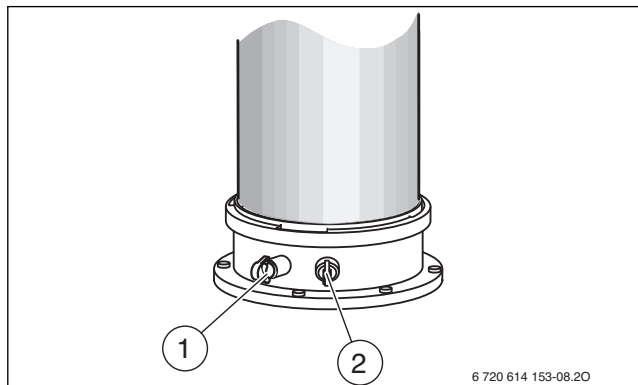

Fig. 46 Manicotti di misurazione dei gas combusti e dell'aria comburente
- ▶ Rimuovere il tappo sul manicotto di misurazione dell'aria comburente [2] (→ fig. 46).
- ▶ Rimuovere il tappo dal manicotto di misurazione dei gas combusti [1] (→ fig. 46).